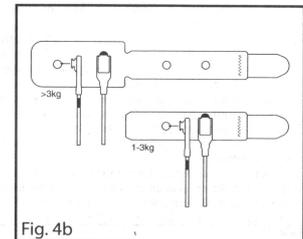

Fig. 4b
- Siehe Abb. 4b. Drücken Sie den Vorsprung am Sender-Sensorpad (Kabel ist rot markiert) in die Aussparung auf der linken Seite sowie den Vorsprung am Photodetektor-Sensorpad in die Aussparung auf der rechten Seite.